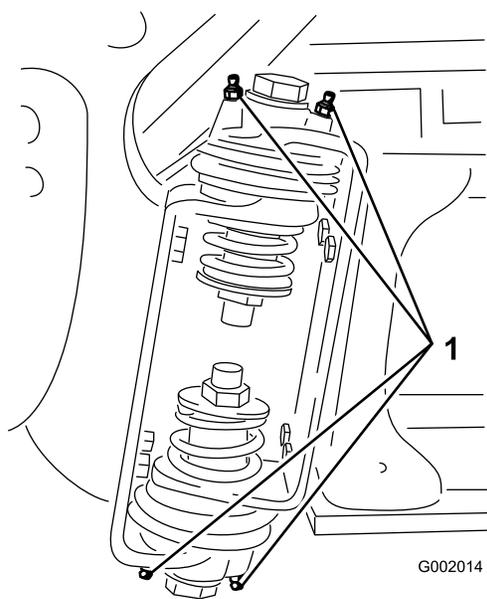

Figura 49
2. Introduza massa lubrificante no rolamento ou casquilho de cada encaixe Figura 49.